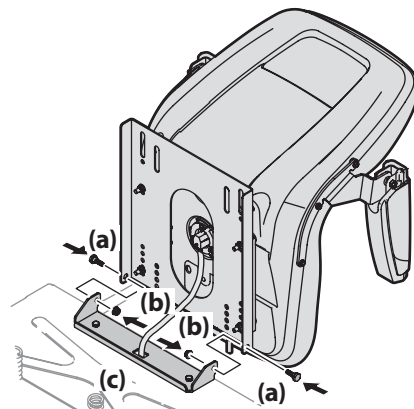

Figure 2-3
3. Faites basculer le siège vers l'arrière en position de conduite et fixez-le avec les boulons et les écrous retirés à l'étape précédente. Prenez garde de ne pas coincer ou endommager le faisceau de câbles pendant que vous installez le siège. Voir Figure 2-3.